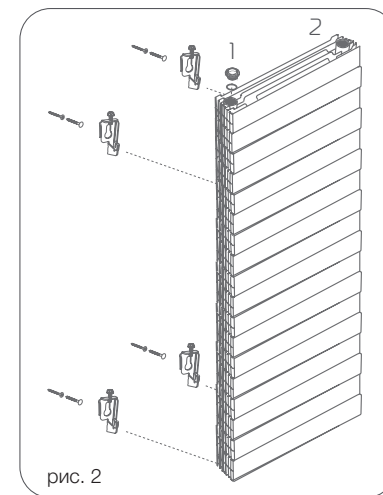

рис. 2
- 7.4. Радиатор крепится на 4 кронштейна: два кронштейна – за 1-ю нижнюю секцию, два кронштейна – за 4-ю верхнюю секцию (рис. 2).
! **Для того, чтобы идеально ровно смонтировать радиатор на стену, используйте оригинальные регулируемые кронштейны Royal Thermo (рис.2). (поставляются в комплекте).**